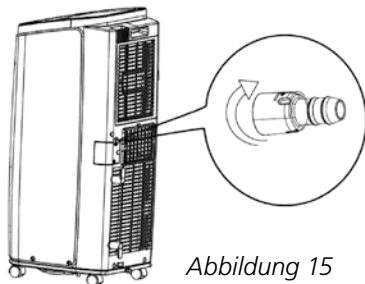

Abbildung 15
- 2 Schließen Sie die mitgelieferte Schlauchtülle H (siehe Abbildung 1) an diesen Ablass an (siehe Abbildung 15).